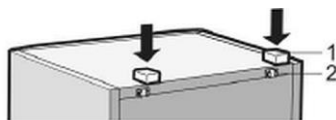

Fig. 2
8. Prendre deux supports (1) et les placer dans les glissières (2) dans la partie supérieure de la paroi arrière (fig. 2).